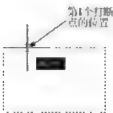

图4-66
**步骤4:** 将光标移到第一个需要打断的点的位置上, 如图4-66所示。单击鼠标左键, 指定第一个打断点。出现提示, 提示用户指定第二个打断点。